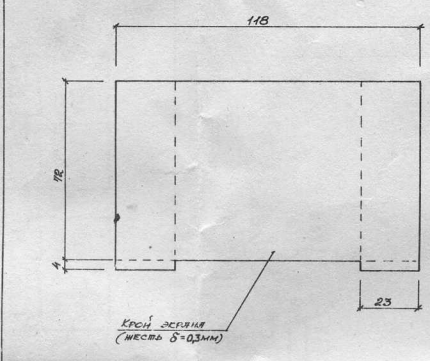

Рис. 5
- 3.7. Изготовить из луженной жести экран (Рис.5) и приклеить его с внутренней стороны **КРЫШКИ** (п.1.2.) эпоксидным клеем.